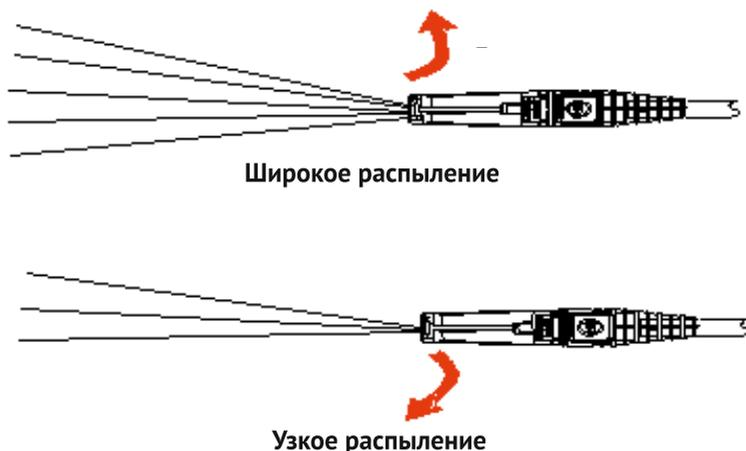

Рис. 7
10.3. В комплект поставки мойки входит насадка с регулируемым соплом, которая позволяет изменять ширину распыления. Чтобы отрегулировать ширину распыления, поверните муфту сопла, как показано на Рис.7.